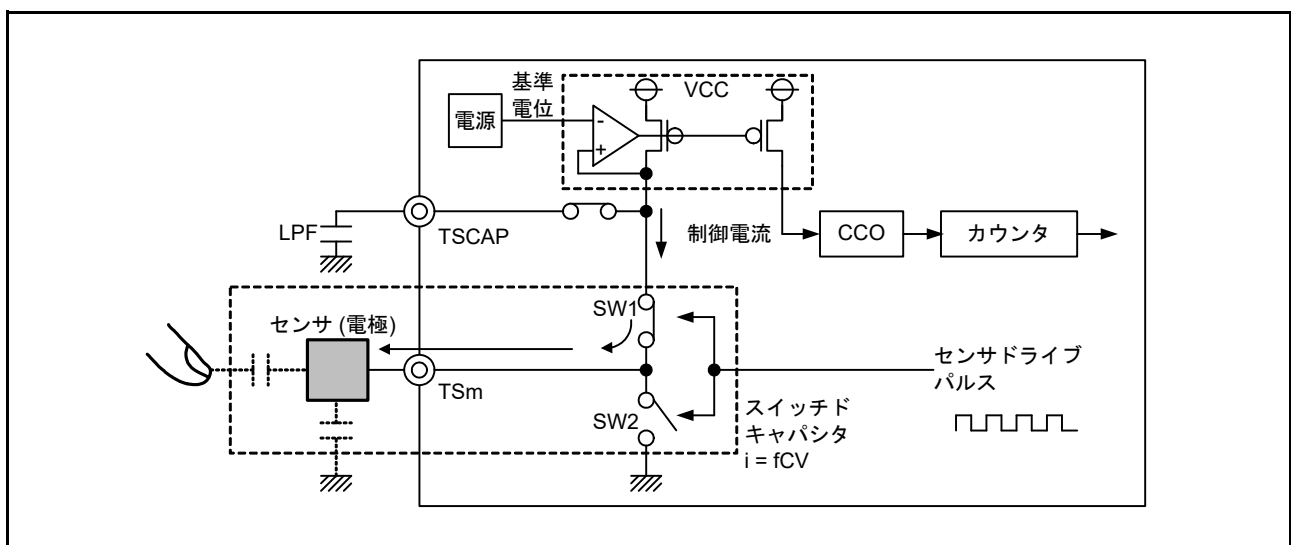
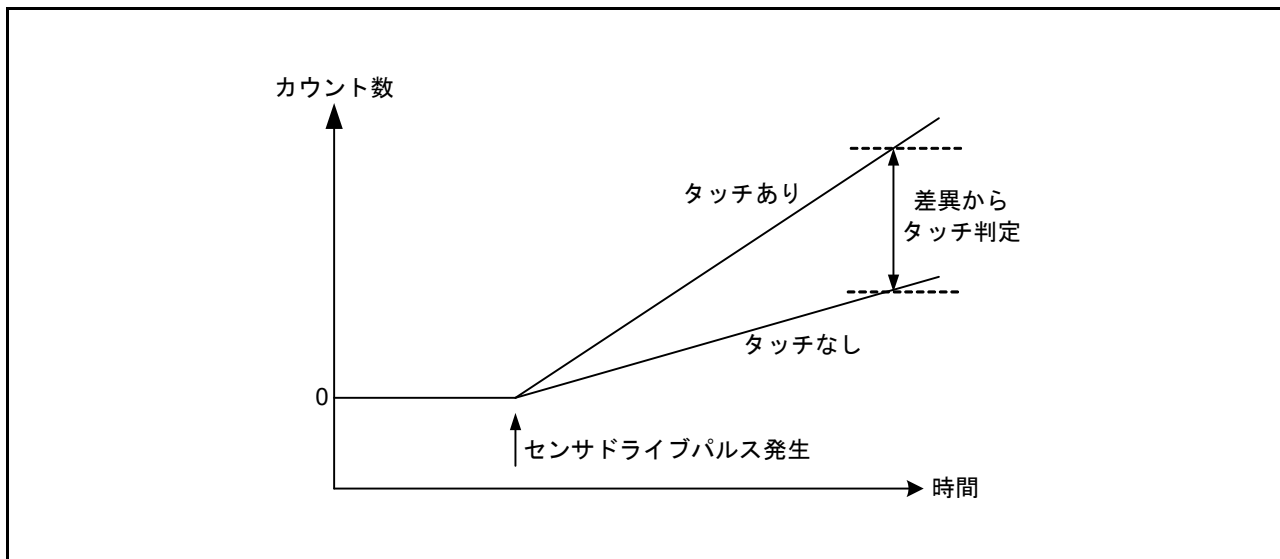

図 32.8 充電動作 (m = 0 ~ 35)
図 32.10 接触 / 非接触による計測値の変化
CTS2 の電流周波数変換方式の静電容量計測動作原理を、図 32.8 ~ 図 32.10 を用いて説明します。
(1) SW1 : ON、SW2 : OFF にすることで、電極の静電容量に充電されます (図 32.8)。
(1) と (2) の充放電を早いタイミングで切り替えることにより、スイッチドキャパシタに電流が流れます。このとき、人体の接近により静電容量値が変わるため、流れる電流が変化します。TSCAP 電源を生成する電源 (LDO) からスイッチドキャパシタに流れる電流に比例した制御電流を電流制御発振器 (CCO) に供給することで、クロックを生成します。人体の接近によって変わるクロック周波数をカウンタで計測し、読み出したカウンタ値を用いて、ソフトウェアで人体の接近を判定します (図 32.10)。